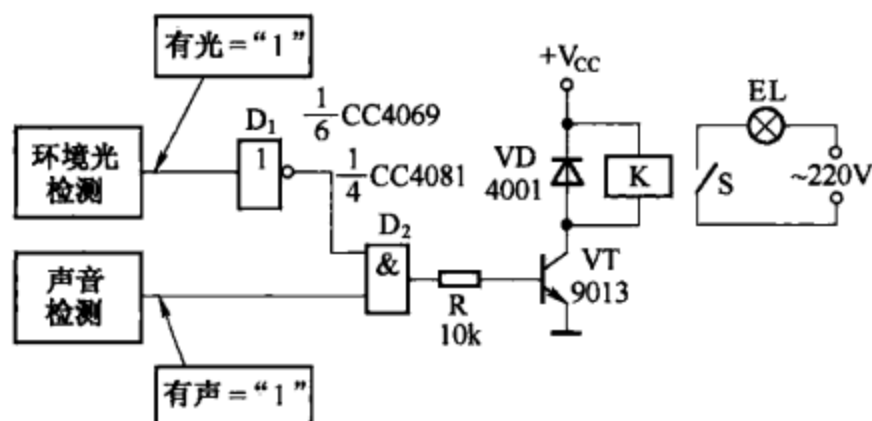

图 8-10
(1) 图 8-10 所示为声光控路灯电路，由非门 D_1 、与门 D_2 实现逻辑控制。夜晚无强环境光时，环境光检测电路输出为“0”，经 D_1 反相后为“1”，打开了与门 D_2 。这时如有行人的脚步声，声音检测电路输出为“1”。由于与门 D_2 的两个输入端都为“1”，因此 D_2 输出为“1”使晶体管 VT 导通，继电器吸合，路灯自动点亮。白天环境光较强时， D_1 输出为“0”关闭了与门 D_2 ，即使有脚步声路灯也不会点亮。